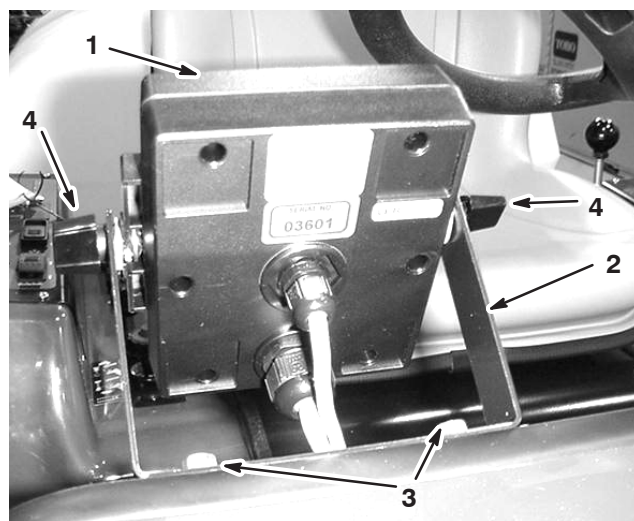

Figura 3
2. Coloque no suporte, sem apertar, os 2 parafusos de carroçaria, as anilhas de borracha, e os manípulos como mostram as ilustrações da Figura 3 e 4.